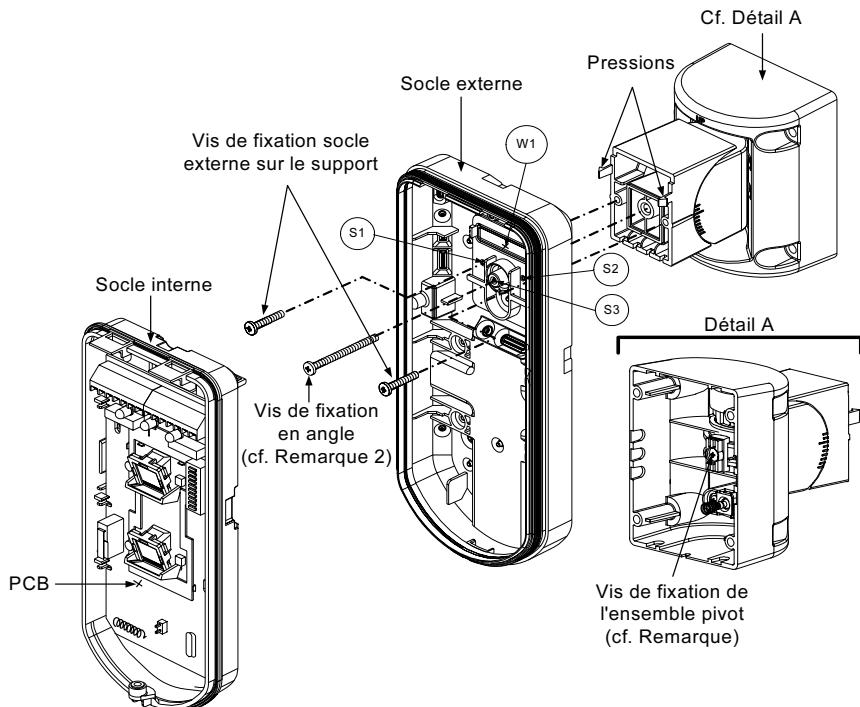

Figure 7
4. Fixez le socle externe au pivot à l'aide de deux vis passant par les pastilles pré-percées S1 et S2 (Figure 7).
5. Introduisez la vis de fixation d'angle fournie en partant du socle externe et en passant par la pastille pré-percée S3 de la vis de fixation d'angle située sur le socle externe, pour atteindre le support standard (Figure 7).
Lorsque les marques indiquées sur les pièces mobiles sont bien alignées (Figure 7), le support standard se trouve à 0° en position verticale/ horizontale. Chaque cran à partir de cette position correspond à une inclinaison de 5° dans la position verticale / horizontale.